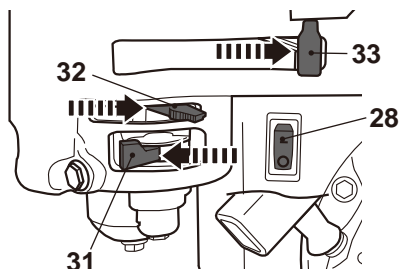

Fig. 36
- > Mova a alavanca do acelerador (3, 33) para trás/para a direita (Fig. 36).